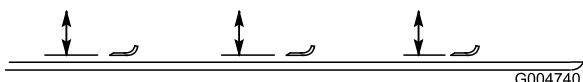

Figura 98
4. Gire las cuchillas hasta que los extremos estén orientados hacia adelante y hacia atrás, y mida desde el interior de la carcasa de corte al filo de corte en la parte delantera de la cuchilla (Figura 98).